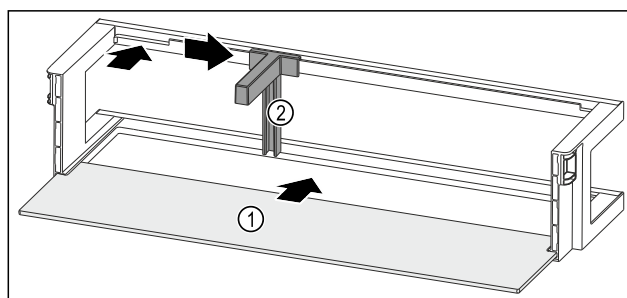

Fig. 92 Estantes en la contrapuerta con estante
- ▶ Introduzca el estante Fig. 92 (1) en los huecos laterales.
- ▶ Inserte el soporte para botellas Fig. 92 (2) en la entalladura.
- ▶ Deslice el soporte para botellas Fig. 92 (2) hacia un lado a la posición deseada.